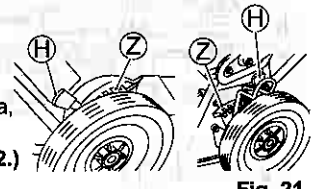

Fig. 21.
- 2 Spostare le leve di regolazione dell'altezza (H) verso il lato della ruota, separando le dentellature (Z). (Fare riferimento alle Figure 21 e 22.)